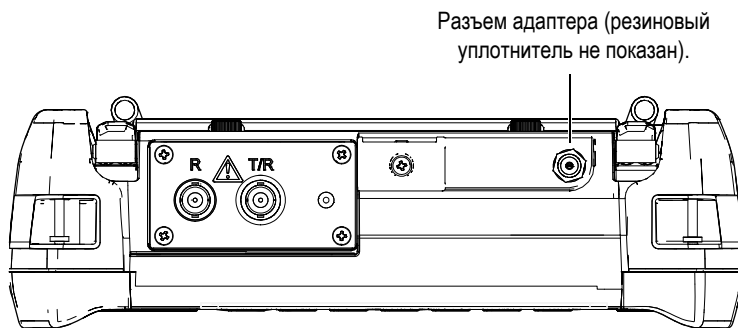

Рис. 4-2 Разъем адаптера
Питание от сети переменного тока поступает к прибору ЕРОСН 600 через зарядное устройство/адаптер. Зарядное устройство/адаптер снабжено универсальным входом переменного тока, что позволяет работать под любым напряжением в диапазоне 100-120 В или 200-240 В, при частоте от 50 Гц до 60 Гц. Зарядное устройство/адаптер подсоединяется к разъему переменного тока ЕРОСН 600 (см. Рис. 4-2 на стр. 76).
3. Подсоедините шнур электропитания постоянного тока от зарядного устройства/адаптера к разъему адаптера (см. Рис. 4-2 на стр. 76).